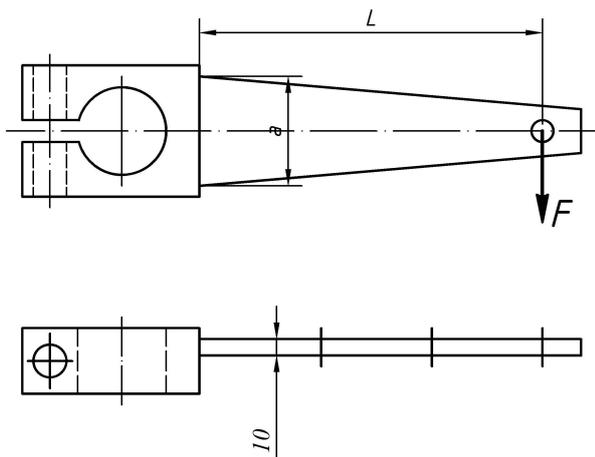

Рис. 7.1. Расчетная схема к задаче № 1
1. Рассчитать сварное соединение двух частей клеммового рычага (рис. 7.1) по данным табл. 7.1